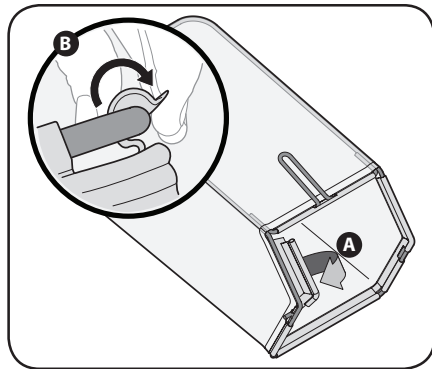

Figura 2-4
1. Siga los pasos a continuación para ensamblar el colector de recortes de césped (si fuera necesario). Asegúrese que la bolsa para recortes está con el lado derecho hacia afuera antes de ensamblar (la etiqueta de advertencia estará hacia afuera). Vea la Figura 2-4.